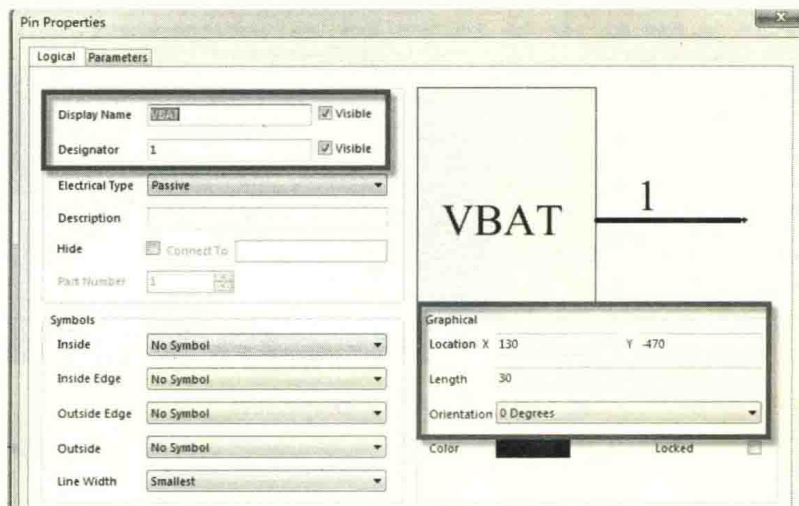
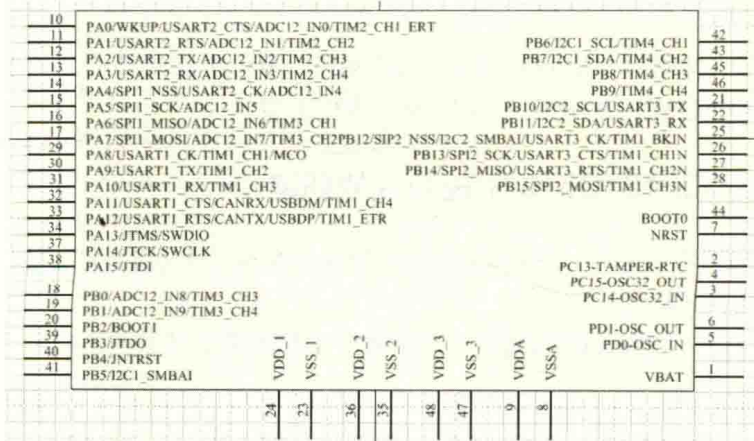

图 12-5 管脚属性设置
图 12-6 STM32F103C8T6 管脚的放置
- (3) 执行菜单命令“Place-Pin”，在放置状态下按“Tab”键，对管脚属性进行设置，如图 12-5 所示，然后执行放置到矩形框的边缘，重复其操作，放置完所有关于此芯片的管脚，如图 12-6 所示。